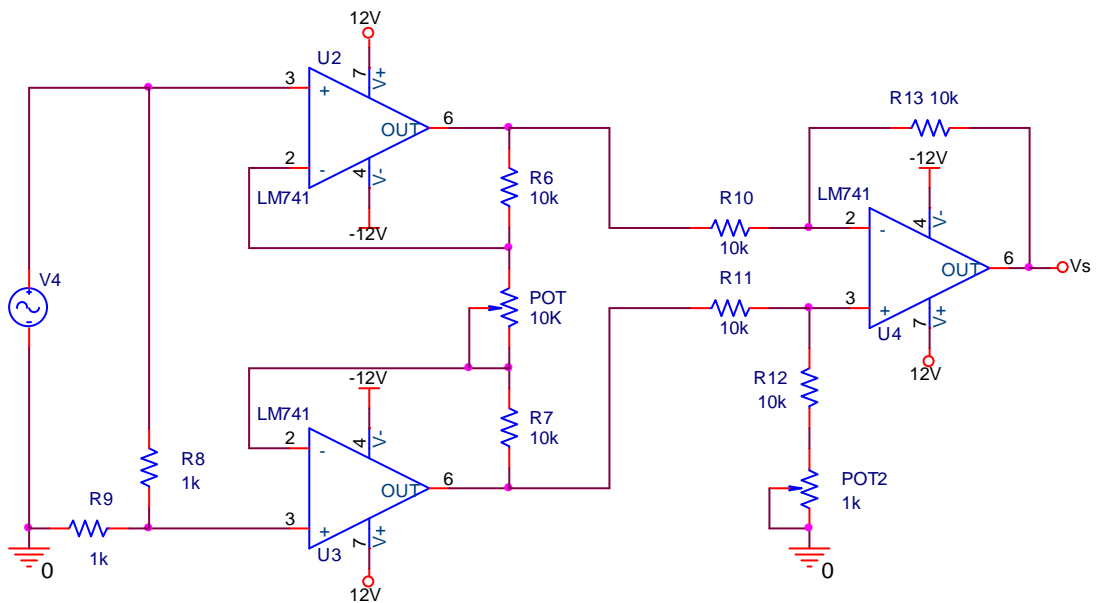

Figura 4
- 12) Retire la resistencia de carga R_L y sustítuyala por el circuito de la figura 4. El circuito total es un amplificador de instrumentación. No olvide ajustar la ganancia de voltaje a modo común a cero como se hizo en el punto 3 del desarrollo.
2. Calcule la ganancia de voltaje teórica del amplificador de instrumentación de la figura 4.